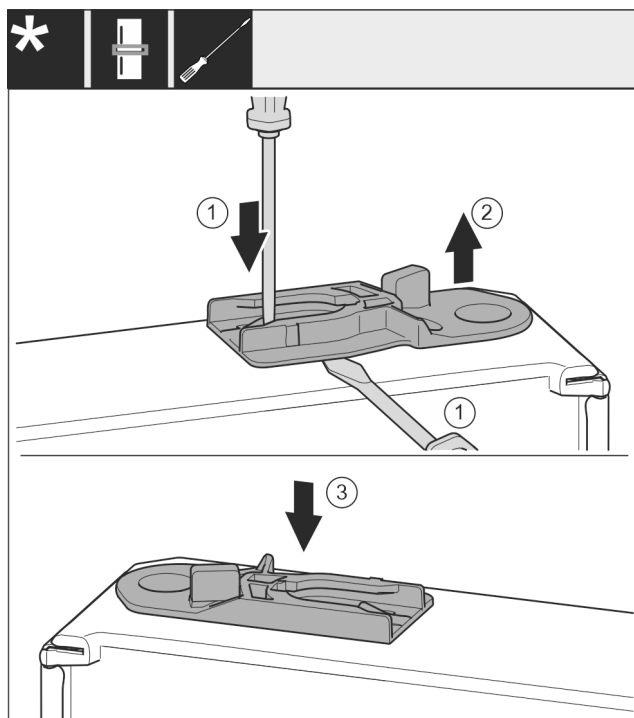

Fig. 38 \*
- ▶ Izvlecite vodilno pušo: Pritisnite spono s ploščatim izvijačem in ga hkrati potisnite pod vodilno pušo. Fig. 38 (1, 2)\*
- ▶ Vstavite vodilno pušo, ki je vsebovana v obsegu dobave, na drugi strani ohišja. Fig. 38 (3)\*